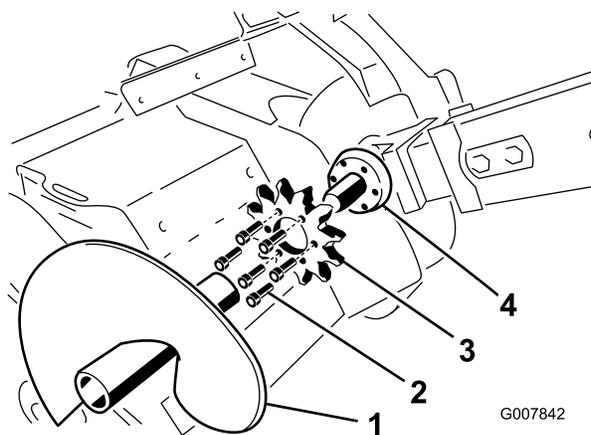

Figura 61
4. Retire a broca de detritos (Figura 61).
9. Retire os seis parafusos que prendem a roda motora de transmissão (Figura 61).
10. Retire e elimine a roda motora de transmissão (Figura 61).
11. Limpe a superfície de montagem da roda no abre-valas (Figura 61).
12. Deslize a nova roda para o eixo (Figura 61).
13. Aperte os seis parafusos na roda à mão (Figura 61).